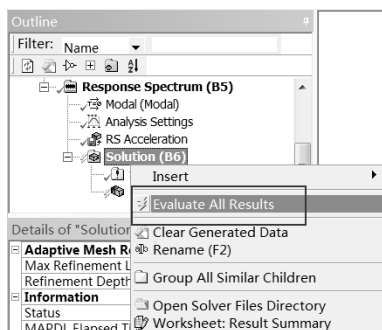

图 8-49 快捷菜单
Step3：在 Outline（分析树）中的 Solution（B6）选项上右击，在弹出的快捷菜单中选择 Evaluate All Results，如图 8-49 所示，此时会弹出进度显示条，表示正在求解，当求解完成后进度条自动消失。